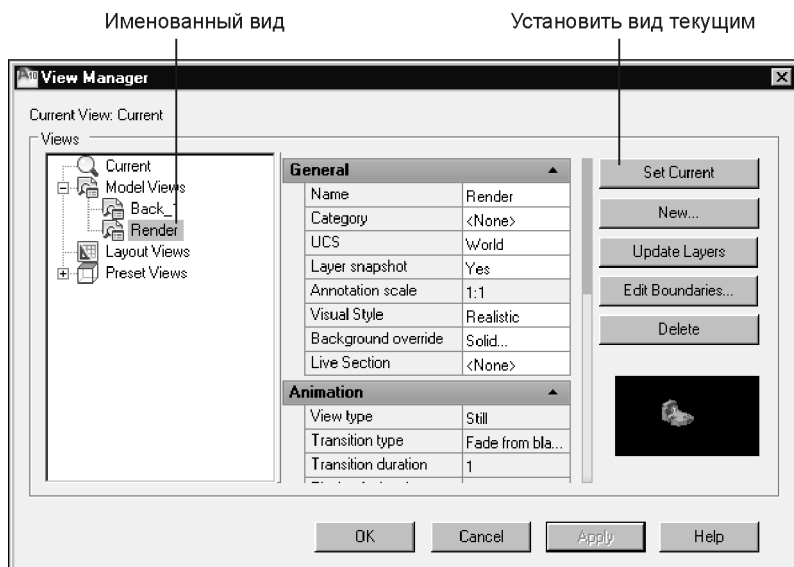

Рис. 14.5. Выбор именованного вида в диспетчере видов **View Manager**
- В открывшемся диалоговом окне **View Manager** (Диспетчер видов) (рис. 14.5) выберите по имени нужный именованный вид и щелкните кнопку **Set Current** (Установить), чтобы установить его текущим.